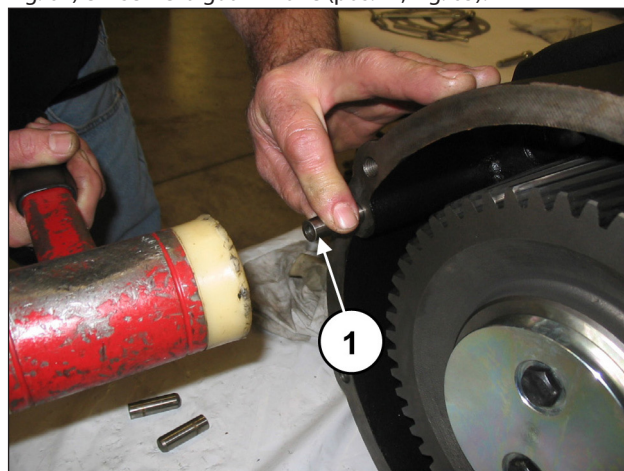
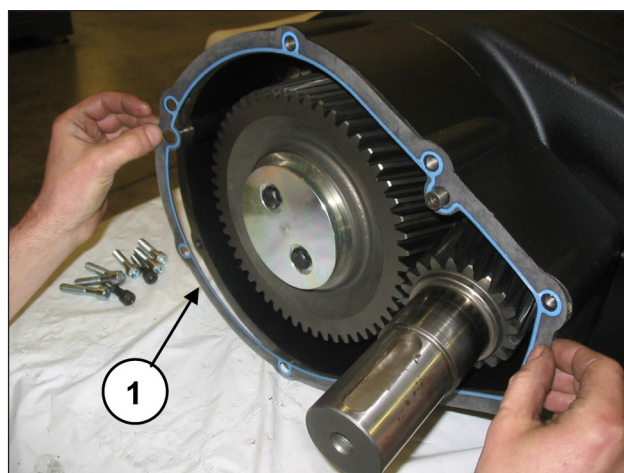

Fig. 64
Fig. 65
Applicare le 3 spine $\varnothing 12 \times 40$ alla scatola riduttore (pos. ①, Fig. 64) e inserire la guarnizione (pos. ①, Fig. 65).